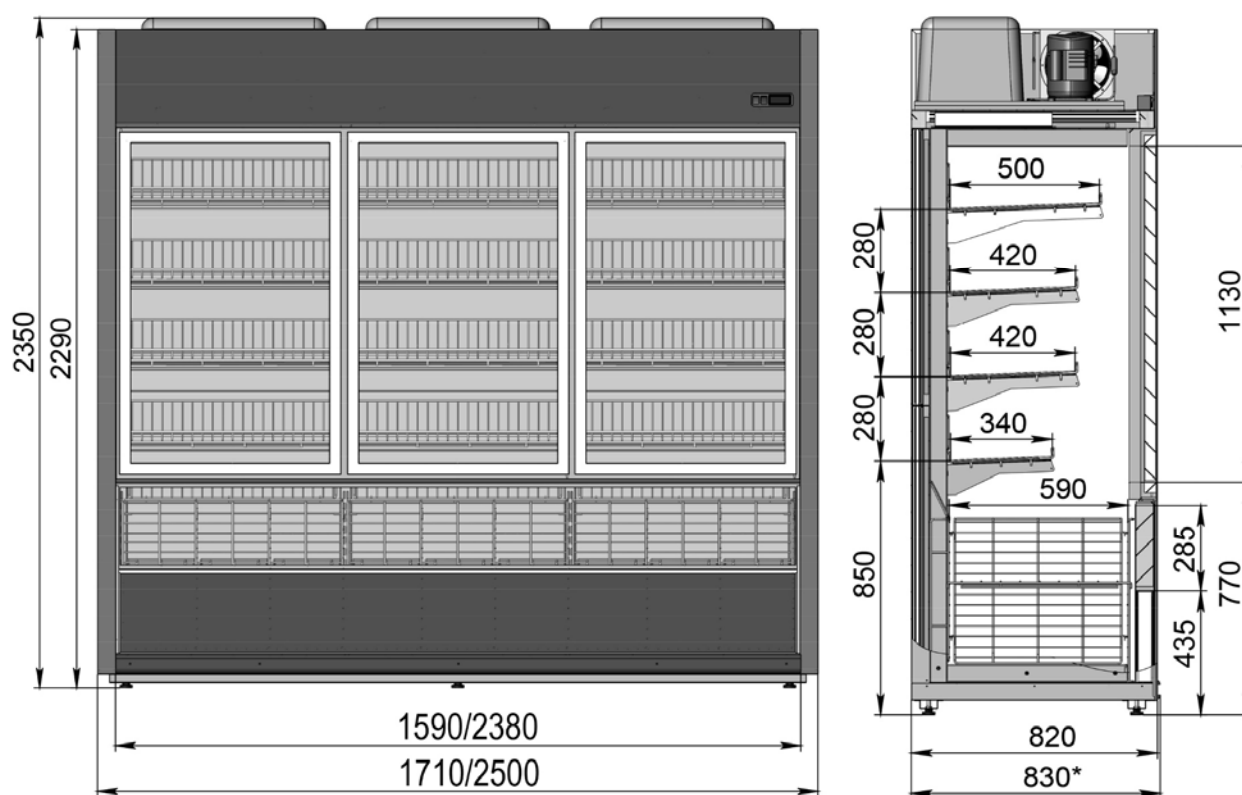

Рис.1. Внешний вид и основные размеры изделия.
1.6. Внешний вид и основные размеры изделия представлены на Рис.1